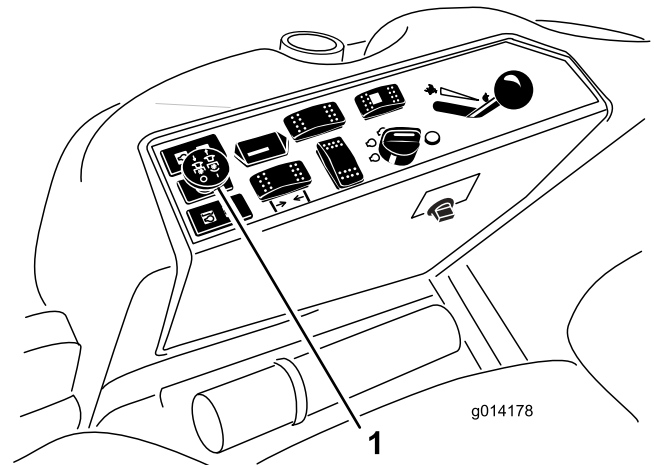

Bild 17
3. Ziehen Sie den ZWA-Schalter heraus, um ihn zu aktivieren (Bild 17).